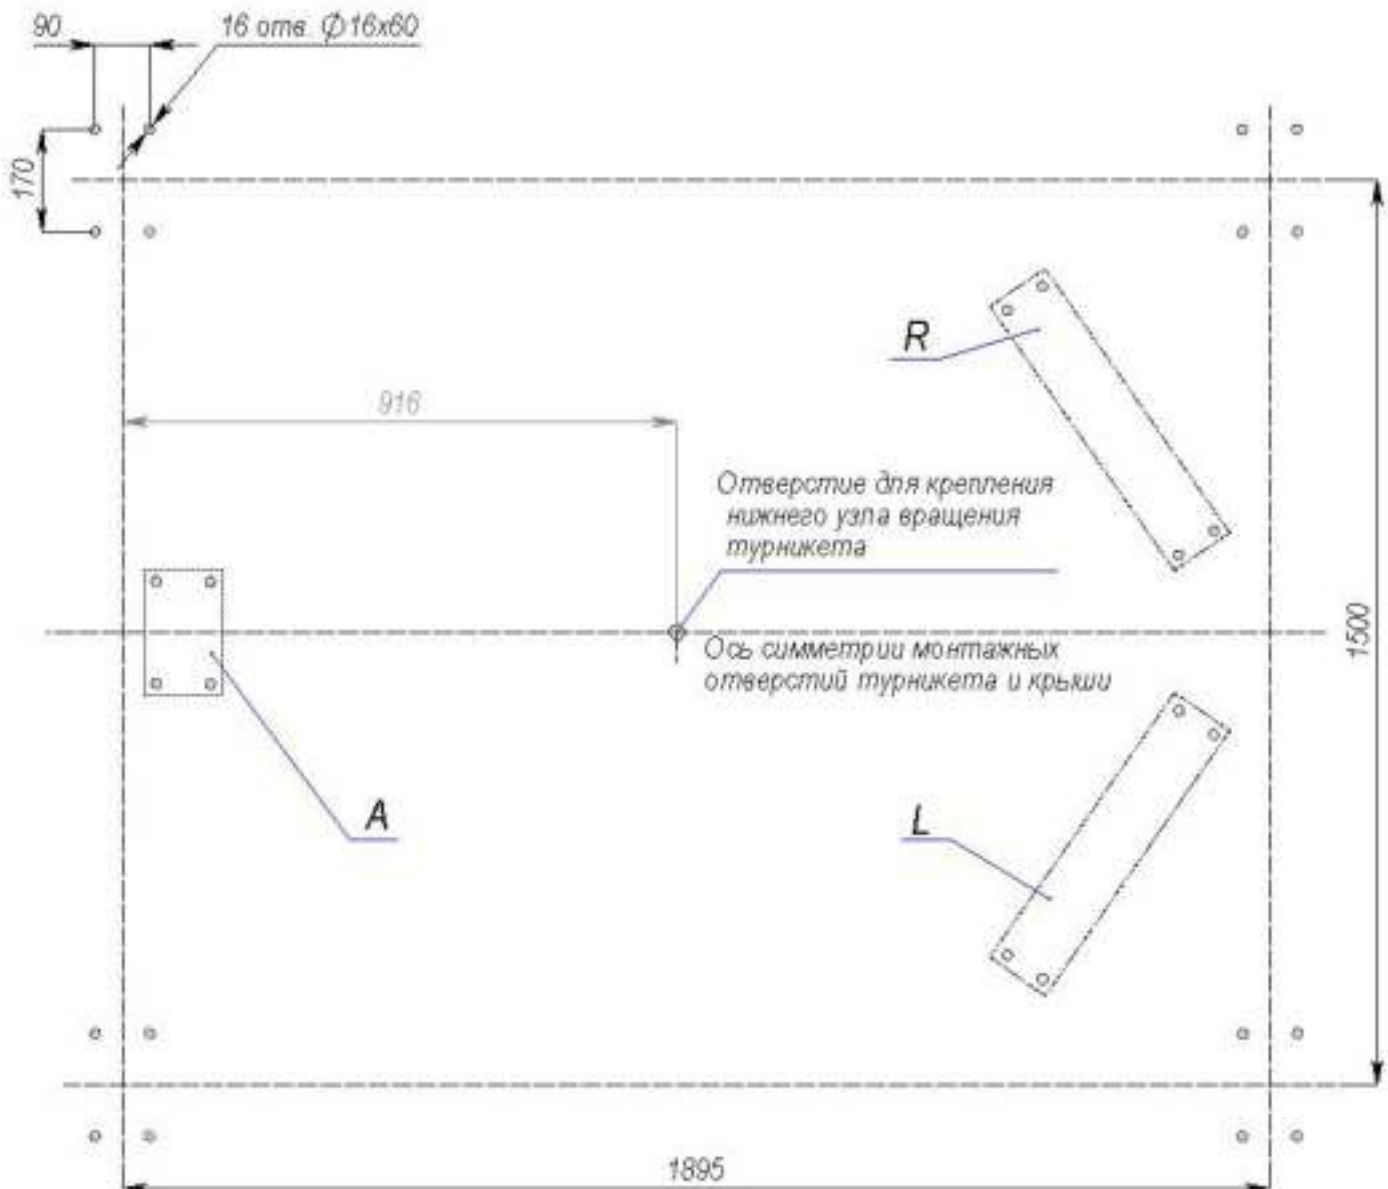
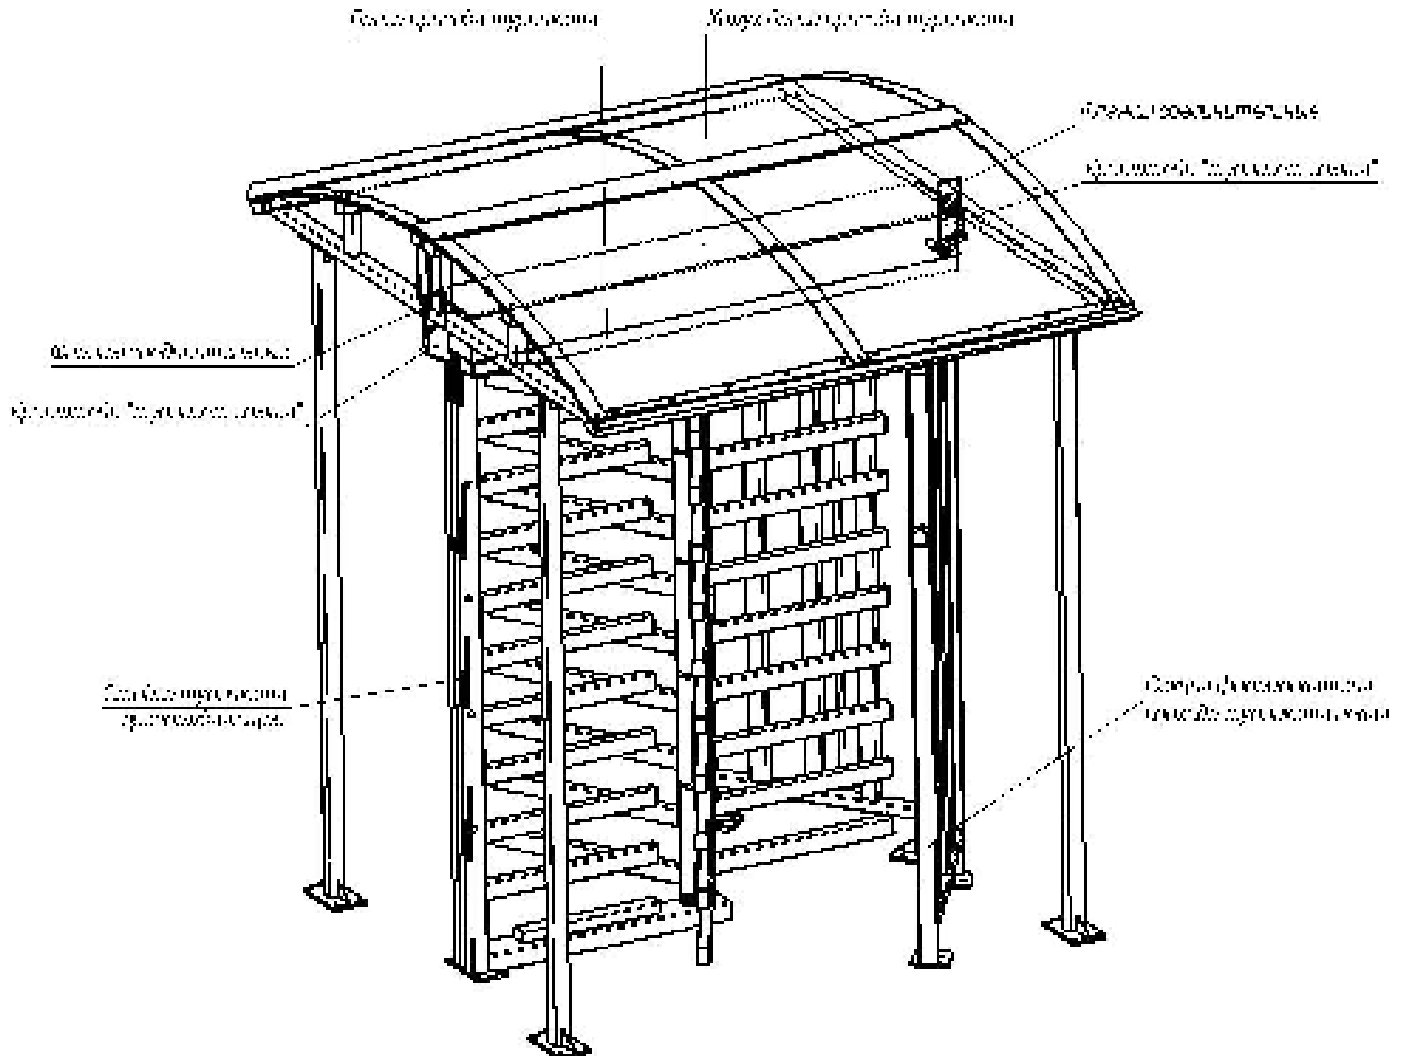

Рисунок 3 – Схема разметки отверстий для крепления стоек (3) крыши относительно отверстий для крепления турникета:
Рисунок 7 – Расположение кронштейнов «турникет-крыша» между фланцами соединительными (6) крыши и балкой привода турникета
^{*} Названия каркасов «правый» и «левый» даны условно и связаны с названием соответствующей секции формирователя прохода турникета (см. рисунок 3), над которой расположен тот или иной каркас: «левым» называется каркас, устанавливаемый над левой секцией (см. рисунок 7), «правым» — устанавливаемый над правой секцией (см. *Руководство по эксплуатации турникета роторного полноростового PERCo-RTD-15*).
Примечание – Разметку отверстий для монтажа крыши выполняйте одновременно с разметкой отверстий для монтажа турникета, проводимой в соответствии с *Руководством по эксплуатации турникета роторного полноростового PERCo-RTD-15*. Оси симметрии монтажных отверстий турникета и крыши совпадают (см. рисунок 3).
- при эксплуатации крыши совместно с отдельно стоящим турникетом без ограждения прикрепите её к балке привода турникета двумя кронштейнами типа «*турникет-крыша*», устанавливаемыми с её обеих торцовых сторон (см. рисунок 7 и п. 8.2.15);
- со стороны преграждающей стойки турникета (рисунок 7) выверните из соединительных фланцев каркасов крыши два нижних винта *M6x40* с гайками и шайбами (рисунок 4);
8.2.16 Аналогичным образом установите кронштейн «турникет-крыша» со стороны секций формователя прохода турникета (рисунок 7).